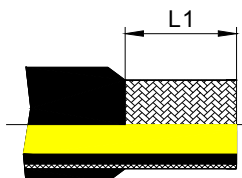

Fig.2
2. Asportare la copertura esterna del tubo per la lunghezza indicata nelle tabelle di assemblaggio al diametro esterno del rinforzo metallico evitando di danneggiarlo (Fig.2).
2. Insert the ferrule onto the tube till its end (Fig. 2).
2. Remove the external covering of the hose according to the lenght indicated in the assembly tablesheets. Take care not to damage the exposed metallic wire (Fig. 2).